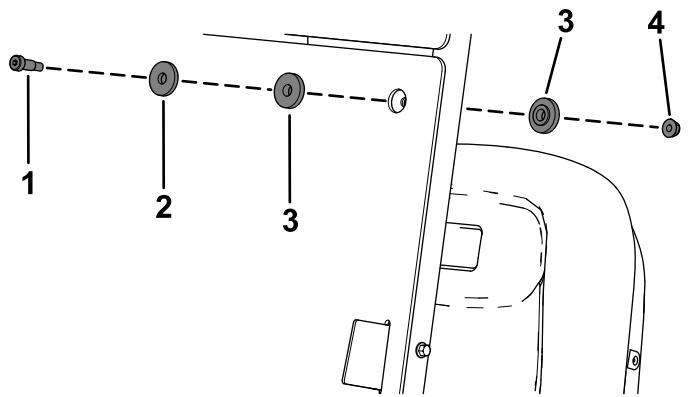

图4
3. 如图4 所示用 2 个轴肩螺丝 $5/16 \times 1\frac{1}{4}$ 英寸、2 个支撑垫圈、4 个凸缘轴套和 2 个凸缘螺母 $5/16$ 英寸将底部风挡的顶孔固定到顶篷管上的支架。
5. 如图4 所示用 3 个轴肩螺丝 $5/16 \times 1\frac{1}{4}$ 英寸、3 个支撑垫圈、6 个凸缘轴套和 3 个凸缘螺母 $5/16$ 英寸将底部风挡的剩余部分固定到顶篷管上的支架。